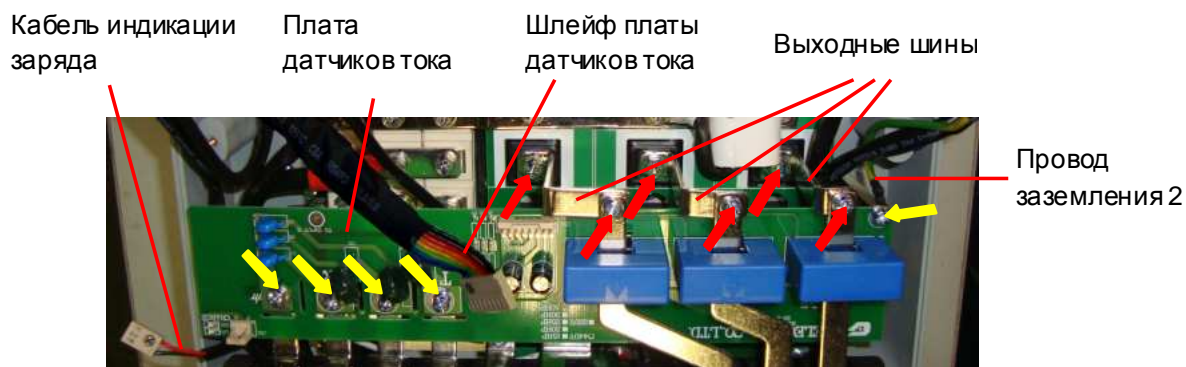

Рис. 7.13
7.7.1. Установить плату датчиков тока, пропустив шины силового клеммника в отверстия датчиков тока, как показано на рис. 7.13.
7.7.2. Вкрутить пять винтов (рис. 7.13, желтые стрелки) вместе с проводом заземления 2 согласно рис. 7.13.
7.7.3. Установить выходные шины и прикрутить их винтами (рис. 7.13, красные стрелки).